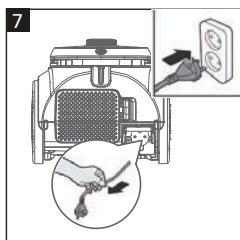

Fig. 7
- Desfășurați cablul de alimentare la lungimea dorită (Fig. 7). Nu mai trageți cablul atunci când vedeți marcajul galben.